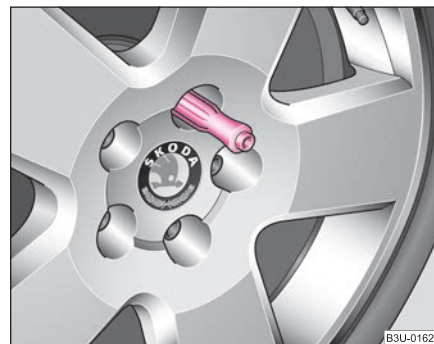

Fig. 196 Cambio de rueda: desenroscar los tornillos con el hexágono en el destornillador
- Desenrosque el tornillo de rueda que se encuentre más **arriba** con el **hexágono interior** del mango del destornillador (herramienta de a bordo) completamente, y déjelos sobre una superficie limpia ⇒ **página 263, fig. 196.**